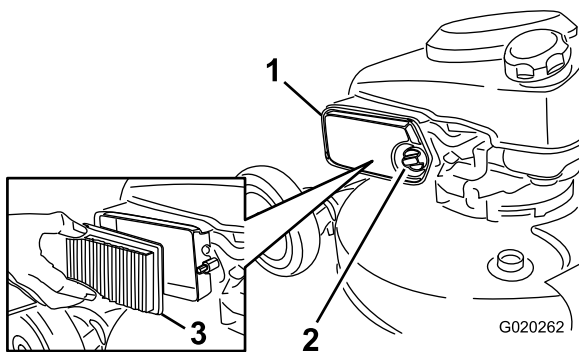

Figura 36
1. Desenrosque el pomo y abra la tapa (Figura 36).